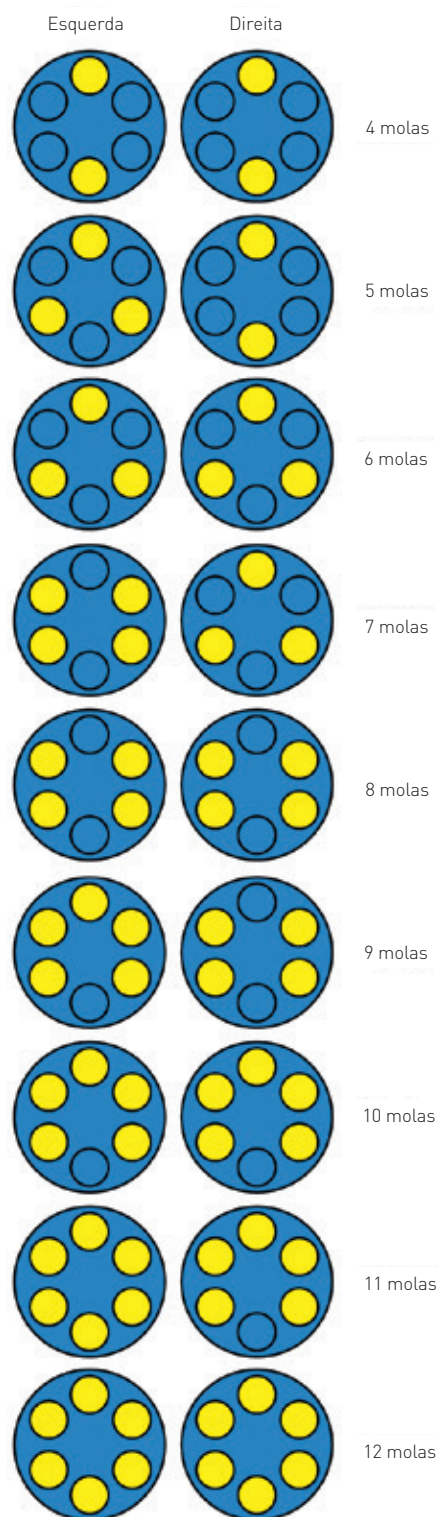

FIGURA 6 - alocação de molas
- a. Gire o pinhão (2) no sentido horário para a posição fechada.
- c. Coloque o número correto de conjuntos de molas (6) nas cavidades na cabeça do pistão. Para maior durabilidade, certifique-se de dividir o número de molas uniformemente em ambos os lados, com uma diferença máxima de uma mola, e de utilizar a configuração indicada na Figura 6, com base no número de molas.
3. Coloque as juntas de tampa terminal (20) nas tampas terminais (4), usando uma pequena quantidade de graxa.
4. Coloque a tampa terminal em cima dos conjuntos de molas e certifique-se de que as molas estejam localizadas nas bolsas (cavidades) de mola. Encaixe a tampa terminal no corpo uniformemente, usando parafusos de tampa terminal (22) e uma arruela (15). Aperte os parafusos de tampa terminal com o torque recomendado (Tabela 2). Certifique-se de que as molas permaneçam na posição durante a montagem da tampa terminal.
5. Coloque o indicador de posição (25) na parte superior do atuador.
- c. Coloque o número correto de molas nas cavidades na cabeça do pistão. Use a configuração indicada na Figura 6 com base no número de molas. Para maior durabilidade, certifique-se de dividir o número de molas uniformemente em ambos os lados, com uma diferença máxima de uma mola.
9. Coloque as juntas de tampa terminal (20) nas tampas terminais (4), usando uma pequena quantidade de graxa.
10. Coloque a tampa terminal em cima dos conjuntos de molas e encaixe a tampa terminal no corpo uniformemente, usando parafusos de tampa terminal (22) e uma arruela (15). Aperte os parafusos de tampa terminal de acordo com a tabela de torques recomendados. Certifique-se de que as molas permaneçam na posição durante a montagem da tampa terminal.
11. Coloque o indicador de posição (25) na parte superior do atuador.
O número de molas utilizadas pode variar entre 4 e 12 peças. Para maior durabilidade, certifique-se de dividir o número de molas uniformemente em ambos os lados, com uma diferença máxima de uma mola, e de utilizar a configuração indicada na Figura 6, com base no número de molas.